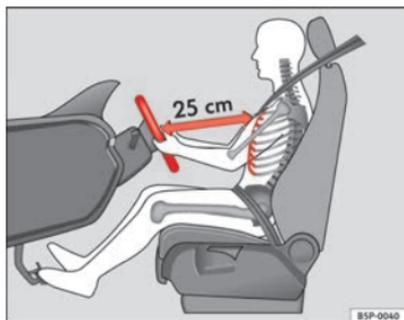

Abb. 1 Der richtige Abstand des Fahrers zum Lenkrad
- Stellen Sie das Lenkrad so ein, dass der Abstand zwischen Lenkrad und Brustkorb mindestens 25 cm beträgt ⇒ **Abb. 1**.
⇒ **Abb. 1**. Beträgt der Abstand weniger als 25 cm, kann Sie das Airbag-System nicht richtig schützen.